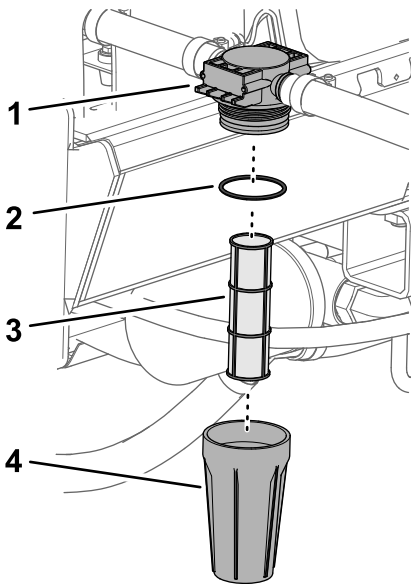

图41
1. 逆时针旋转滤清器然后从滤头中拿出油碗图41。
2. 检查滤清器滤芯是否损坏、有积聚物或杂物图41。
A. 从滤头上拆下滤芯图41。
C. 将滤清器滤芯插入滤头图41。
3. 检查O形圈是否损坏图41。
4. 将油碗顺时针旋到滤头上并用手紧固图41。